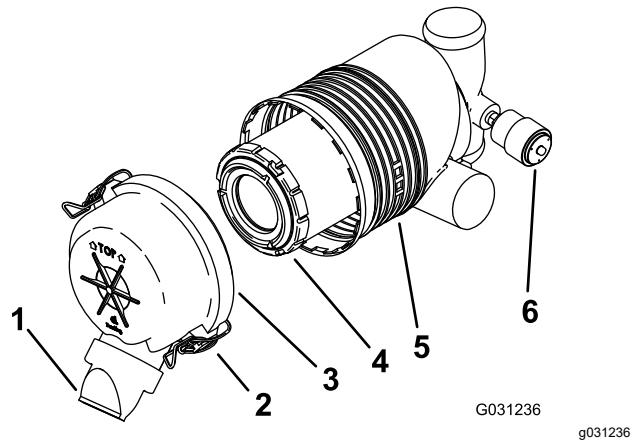

Figure 30
**Important:** Remplacez le filtre à air uniquement quand l'indicateur de colmatage est rouge (Figure 30). Ne remplacez pas le filtre à air plus fréquemment que nécessaire ; cela ne fait qu'accroître le risque de contamination du moteur par des impuretés quand le filtre est déposé.
5. Déverrouillez le filtre à air et détachez le couvercle du boîtier du filtre (Figure 30).
- Si l'indicateur de colmatage est transparent, reposez le couvercle du filtre à air, en orientant le capuchon protecteur vers le bas, et fermez les verrous (Figure 30).
1. Sortez l'élément filtrant du boîtier du filtre à air avec précaution (Figure 30).
3. Posez l'élément filtrant avec précaution (Figure 30).
- Reposez le couvercle du filtre à air, le capuchon protecteur orienté en bas, et fermez les verrous (Figure 30).